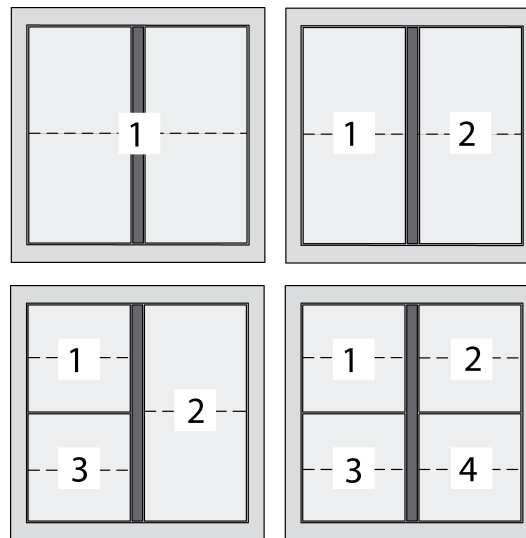

Bild 3: Tastenzuordnung
- Tasten lagerichtig (Bild 3) auf das Gerät setzen und mit kurzem Druck einrasten.